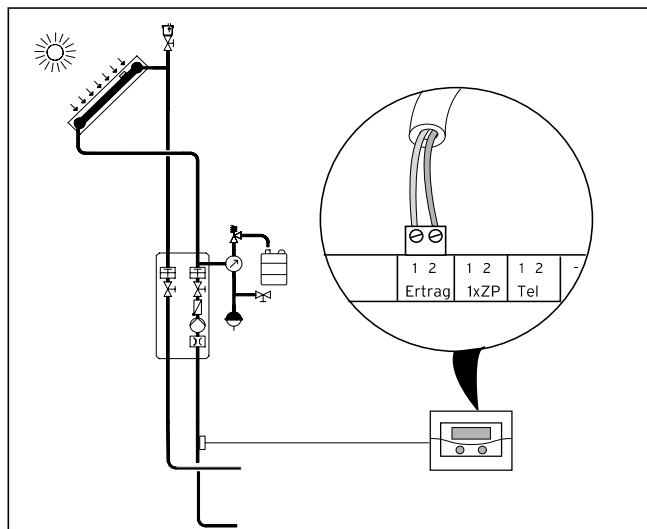

Рис. 4.28: Подключение сенсора замера температуры в обратном трубопроводе
- Подключить сенсор замера температуры в обратном трубопроводе соляного контура (принадлежность VR 10), как показано на рис. 4.28.